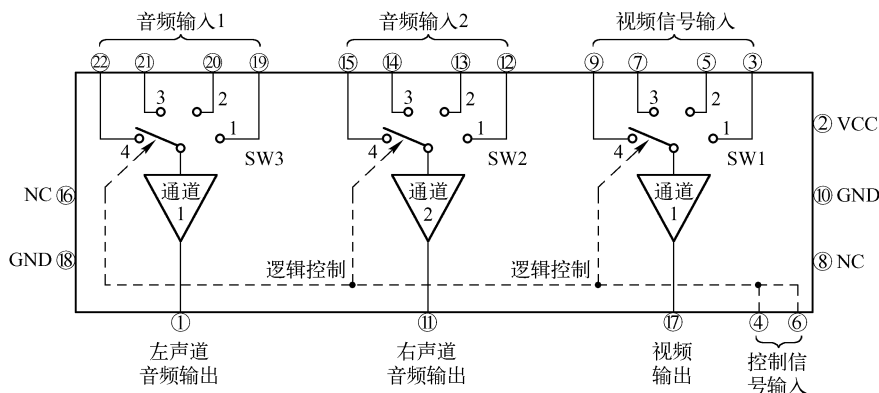

图 6-18 M5240AP 内部方框结构示意图
- ① 内含 4 输入 3 通道 (3 刀 4 位) 模拟开关, 如图 6-18 所示;